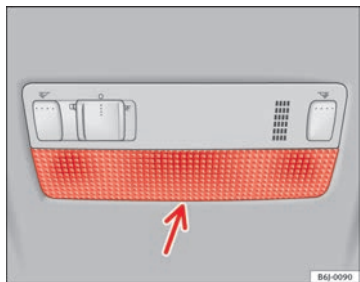

Abb. 165 Leseleuchte vorne
- Das flache Ende eines dünnen Schraubendrehers zwischen Gehäuse und Glas einführen ⇒ Abb. 165.